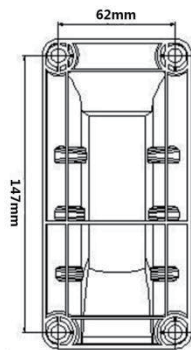

Abb.2
3. Nehmen Sie die Montagehalterung als Vorlage, um die Position für Schrauben zu markieren und bohren Sie vier Löcher an der Wand ("Abb.2").